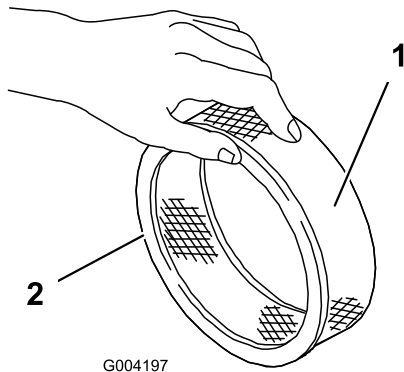

Figure 46
5. Vérifiez que l'élément en papier n'est pas déchiré ou couvert d'une pellicule grasse, et que le joint de caoutchouc n'est pas endommagé (Figure 46).
1. Glissez délicatement le préfiltre en mousse sur l'élément en papier (Figure 46).